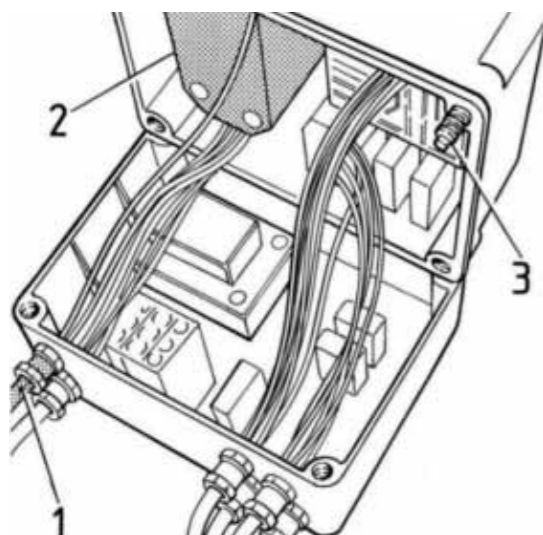

Abbildung 6
- Die Abdeckung der Steuer-Druckknopftafel öffnen, die Phasenleiter L1 und L3 abklemmen und umgekehrt wieder anschließen. Die Abdeckung erneut schließen und die entsprechenden Schrauben festziehen (3 - Abb.6).